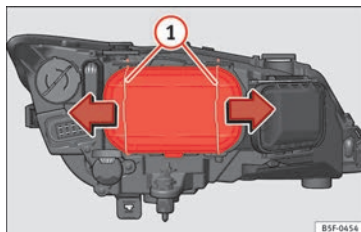

Fig. 102 Anabbagliante.
- Far scorrere i tiranti »» fig. 102 ① nel senso della freccia e sfilare la chiusura.